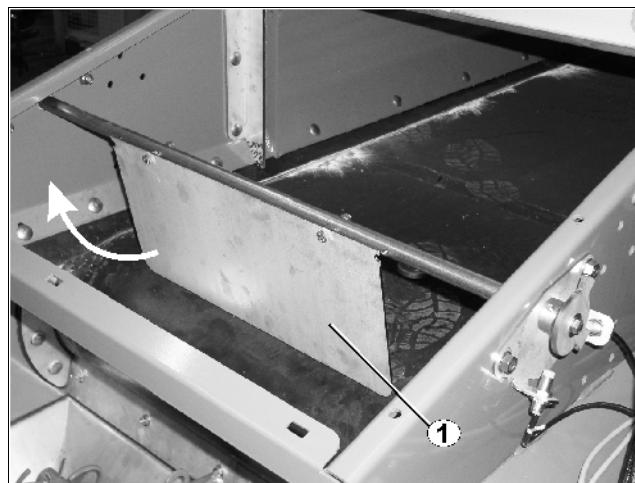

Рис. 44
- Таюже ежедневно проверяйте легкость хода регулировочной заслонки (Рис. 44/1), при необходимости переставляйте регулировочные кольца.